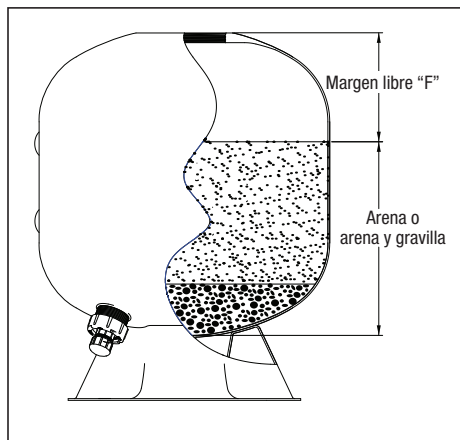

Figura 10. Nivel de arena
5. Si usa gravilla, viértala LENTAMENTE en el filtro primero. Nivele la superficie de la gravilla y, luego, vuelque la cantidad correcta de arena según el nivel que se indica en la Tabla 2. Si solo usa arena, vuélquela en el filtro LENTAMENTE hasta el nivel que se indica en la Tabla 2. Tenga cuidado de no quitar el tubo de escape de su sitio en la tubería mientras agrega el medio filtrante. Consulte la Figura 10.
2. Llene el filtro con Zeobrite hasta el nivel que se muestra en la Tabla 3. El peso del material que se muestra es aproximado. Consulte la Figura 10 para ver la ilustración de margen libre.